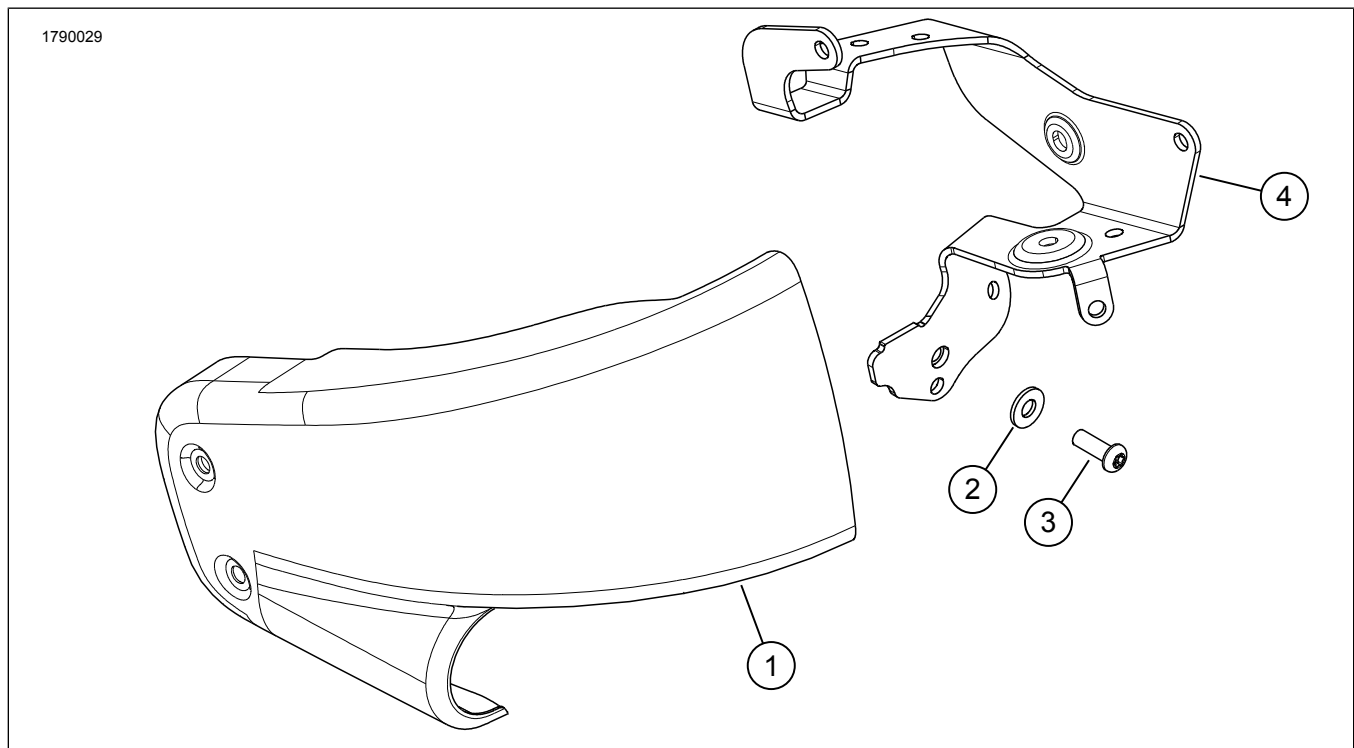

Figure 1. Contenu du kit : Kit de couverture latérale Screamin Eagle Ohlins
2. Voir la Figure 1. Installez **une nouvelle** couverture latérale (1).